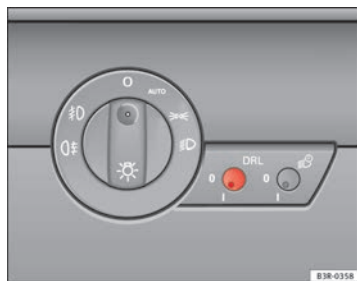

Abb. 90 Schalter Tagfahrlicht
- Kurz auf den Knopf ⇒ Abb. 90 drücken, um ihn aus seiner Position auszurasten.